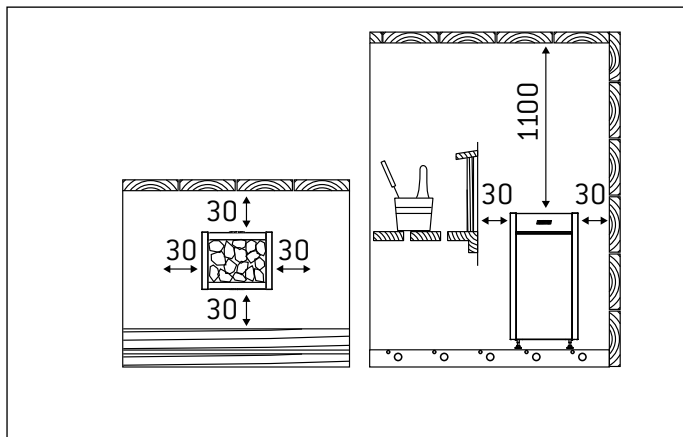

Рисунок 4. Расстояния безопасности (все размеры приведены в миллиметрах)
- При расположении каменки выполняются условия минимальных расстояний, изображенных на рис. 4 и указанных в таблице 2.
Минимальные безопасные расстояния показаны на рис. 4. При установке каменки обязательно соблюдение указанных значений. Несоблюдение указанных значений влечет за собой риск возгорания.